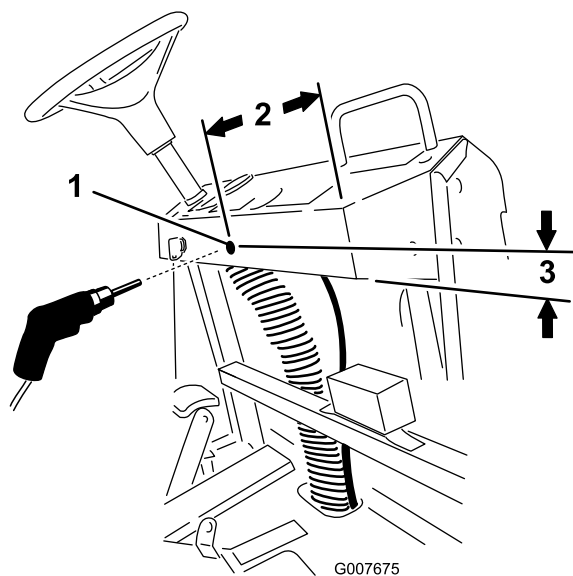

Figure 18
- A. Faites un repère à 25 cm à l'intérieur à partir de la droite du tableau de bord puis à 3,8 cm du bas du tableau de bord (Figure 18).